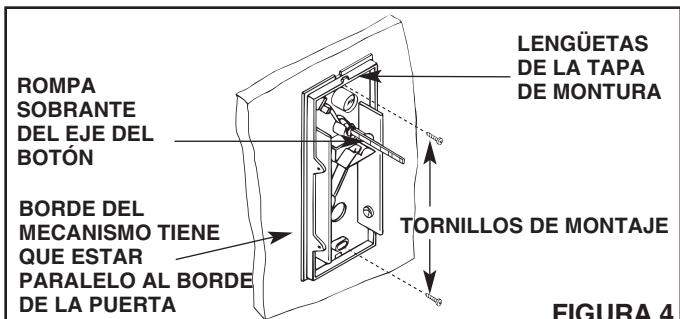

FIGURA 4
1. Vea la Figura 4. Coloque el mecanismo de la placa base sobre el eje del botón y el mirador. Alíne la placa base en paralelo con el borde de la puerta e inserte los tornillos de montaje provistos. Aprete bien los tornillos.